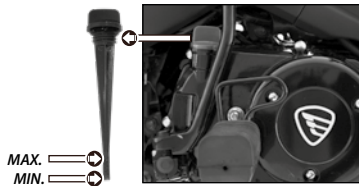

Imagen 14. Tapón-bayoneta del cárter.
2. Localizar el tapón-bayoneta del cárter en la parte inferior derecha de la **AT125RT** (ver imagen 14).